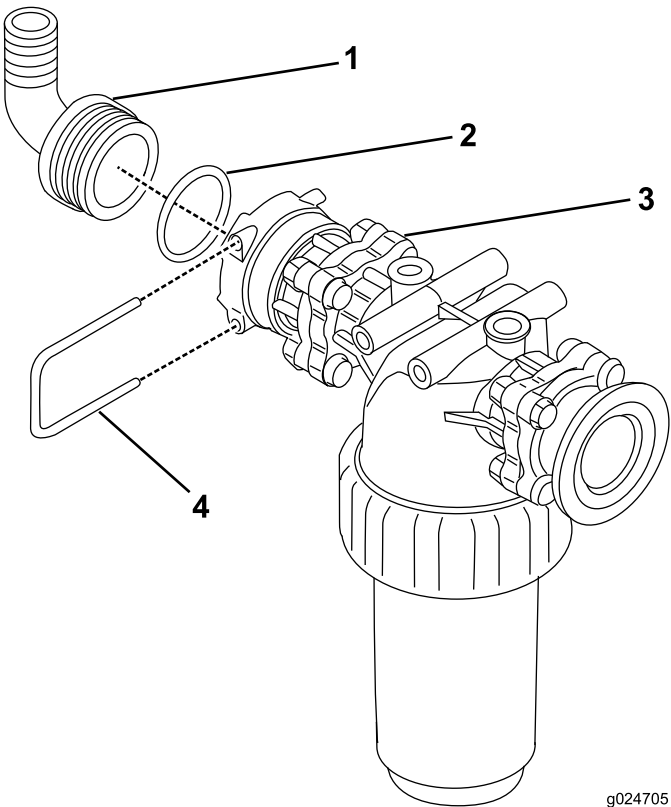

Figure 22
1. Assemblez le filtre sous pression (Figure 22).